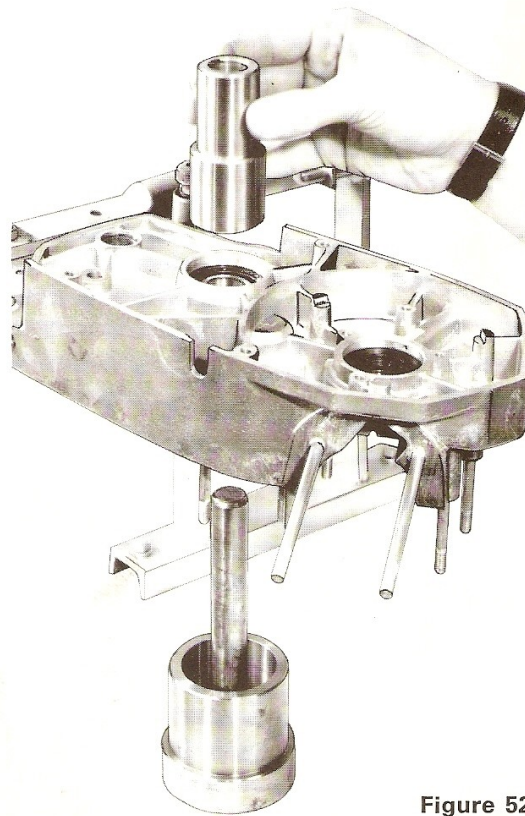

Figure 52
- Descendre le joint (suiffé) avec la chasse n° 69101 en utilisant le côté grand diamètre (voir figure 52).